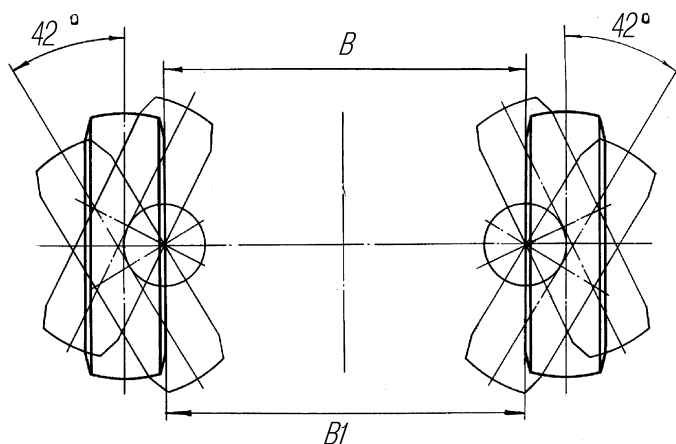

Рис. 46. Установка управляемых колес
**Регулирование схождения колес.** Схождение передних колес проверять при номинальном давлении воздуха в шинах замером разности расстояний  $B$  и  $B_1$  (рис. 46) по бортам ободьев колес. Порядок проверки: